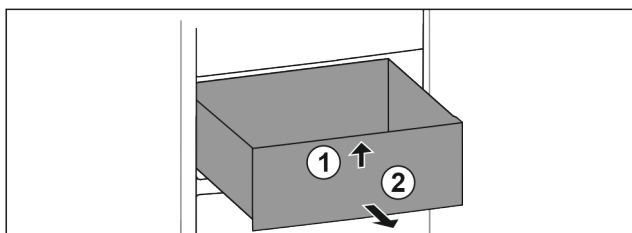

Fig. 27
- ▶ Løft skuffen fremefter. Fig. 27 (1)
- ▶ Tag skuffen ud fremefter. Fig. 27 (2)